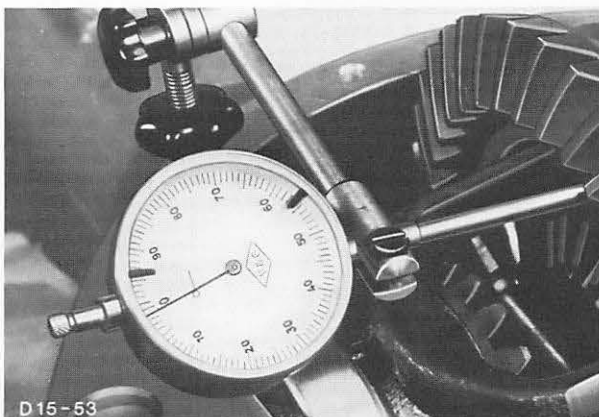

Abb. 81 Taststift der Meßuhr auf inneren Tellerradbund setzen
33. Meßuhr so am Achsgehäuse befestigen, daß der Taststift innen am Tellerradbund anliegt und in der Mitte des Meßbereiches der Meßuhr auf „0“ steht. Abb. 81.